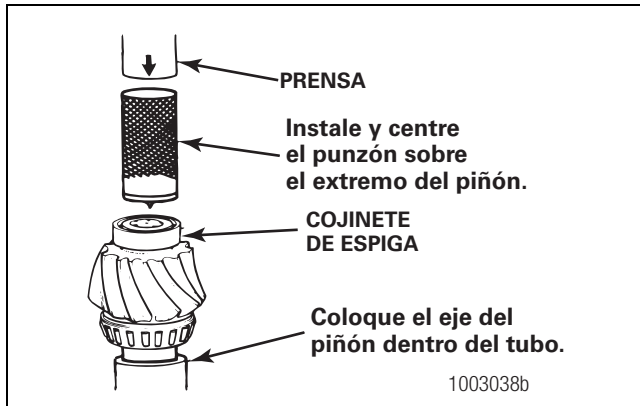

Figura 5.6
1. Coloque en una prensa el piñón de mando y el tubo de la herramienta de picar, con el cojinete de espiga hacia arriba. Figura 5.6.
3. Coloque el punzón de la herramienta de picar sobre el extremo del piñón y del cojinete de espiga. Aplique la fuerza necesaria sobre el punzón. Figura 5.6.